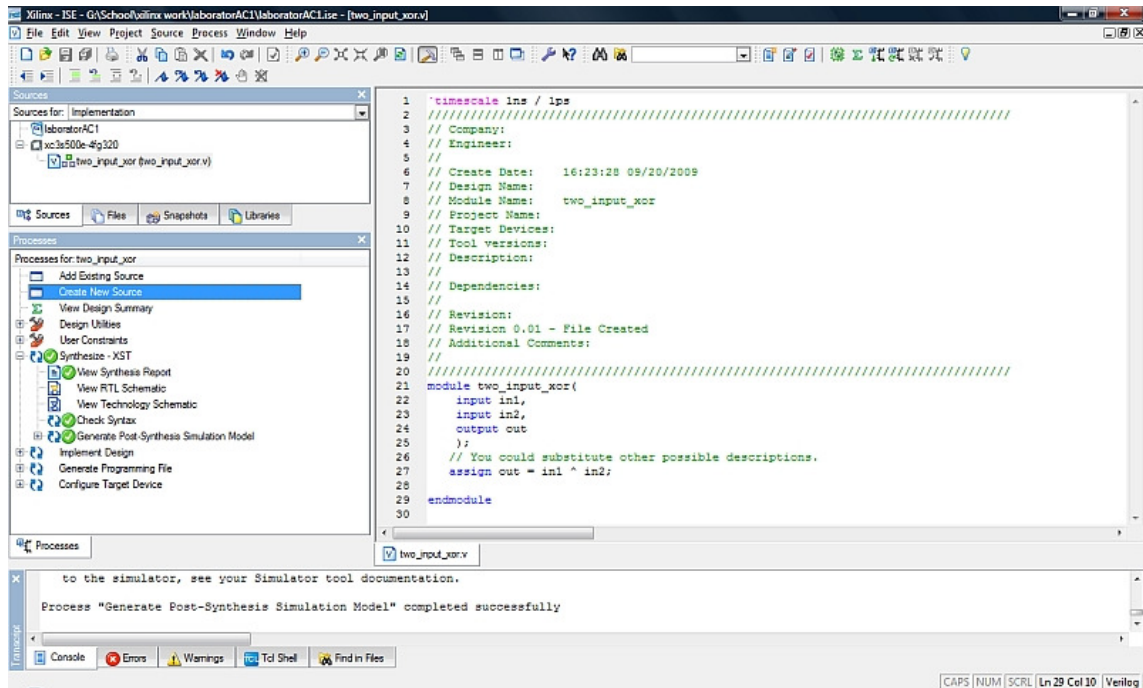

Figura 6.1
- Pentru a programa FPGA-ul cu functionalitatea descrisa anterior, sunt necesare definirea unor constrangeri specifice tipului placii. Pentru acestea se ceaza o noua sursa de tin „UCF” (User Constraints File) (Figura 6.1).